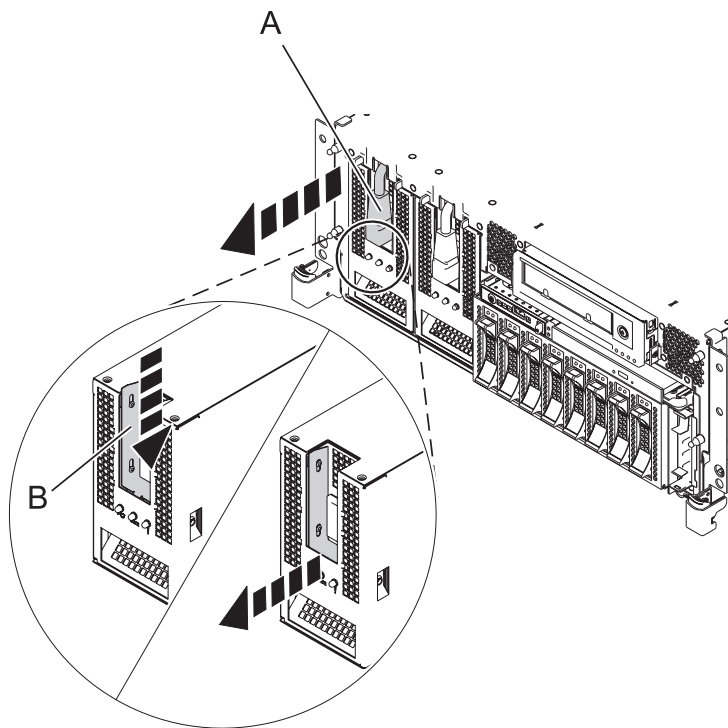

Figure 2. Retrait de l'alimentation électrique
5. Débranchez le câble d'alimentation **(A)** avant de l'alimentation électrique comme indiqué à la figure 2.
7. Appuyez sur le taquet de verrouillage **(B)**, comme indiqué sur la figure 2. A l'aide de la poignée de verrouillage, retirez l'alimentation électrique du système.